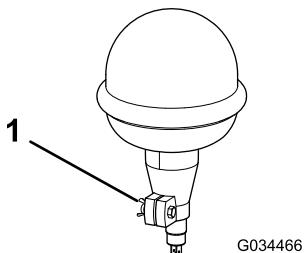

Figura 5
4. Afloje la tuerca de orejeta en la baliza (Figura 5).